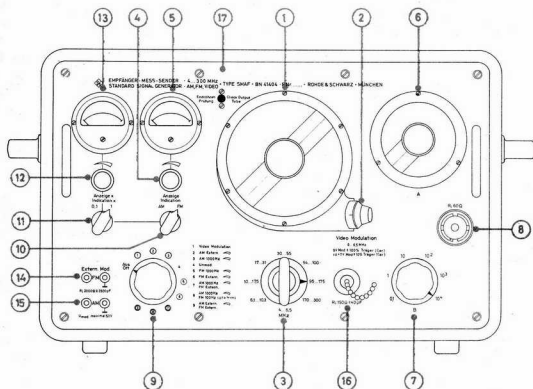

Bild 2. Anordnung der Bedienungsteile an der Frontplatte
Bild 2 zeigt den äußeren Aufbau des Gerätes. Es ist in einem Leichtmetall-Gußgehäuse eingebaut, das an beiden Stirnseiten mit je einem Traggriff und an der Unterseite mit vier Gummifüßen versehen ist. Zur Befestigung der drei Hochfrequenzkabel K6, K7 und K8 sind an der rechten Stirnseite entsprechende Klemmfedern angebracht. An der Rückseite befinden sich nur das Netzanschlusskabel K5 und die beiden Netzsicherungen Si1 und Si2. Alle Bedienungsknöpfe, Instrumente und Modulationseingänge sind an der Frontplatte angeordnet. (1) Frequenzskala mit Grobtriebkнопf zur Einstellung des Doppeldrehkondensators C2I-C2II und des mit ihm gekuppelten Potentiometers R39. (2) Feintriebkнопf der Frequenzskala. (3) Frequenzbereichumschalter S1I-S1III mit S1III...S1V. (4) Regler R65 zur Einstellung der im Oszillator erzeugten Hochfrequenzspannung. (5) Drehspulinstrument I1 mit Eichmarke 1,0. Auf diese Marke wird die Hochfrequenzspannung eingestellt; auf diese Einstellung bezieht sich die Skaleneichung des Teilers C46. (6) Kapazitiver Differentialteiler C46 mit Eichung von 0,5...5 μV . (= Faktor A). (7) Kapazitiver Spannungsteiler S2I-C38-C39 und ohmscher Spannungsteiler S2II-R30...R36 mit